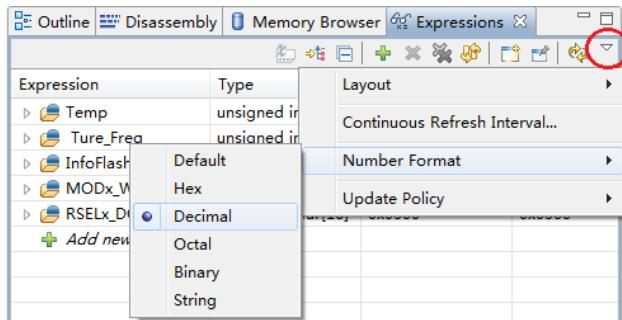

图 22.12 改变数值的进制
3) 如图 22.12 所示，点击圆圈内的三角，就可以根据需要改变数值的进制，以方便观察。